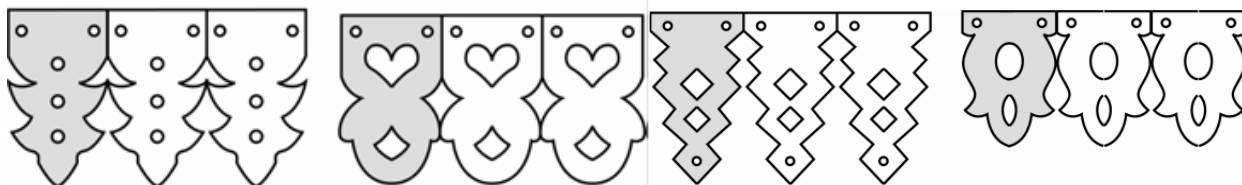

Рис.1. Образцы элементов карниза дома
1. С помощью образцов *разработать чертеж детали карниза дома (рис. 1):*